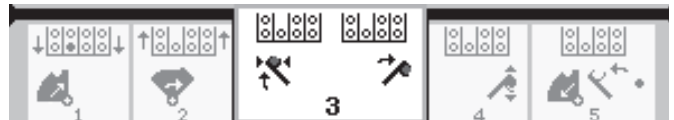

Bild 32
6. Lassen Sie den Kippschalter los, um auf den nächsten Schritt in der Folge zu gehen (Bild 32).